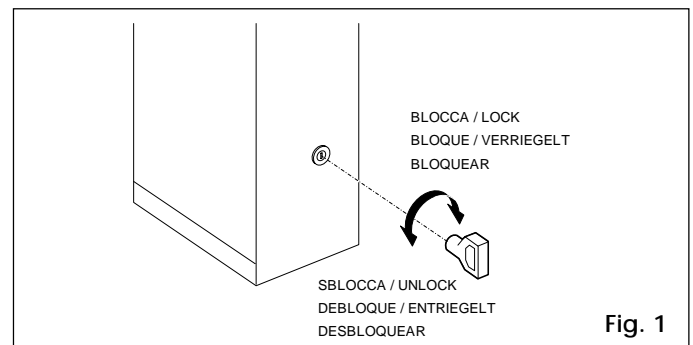
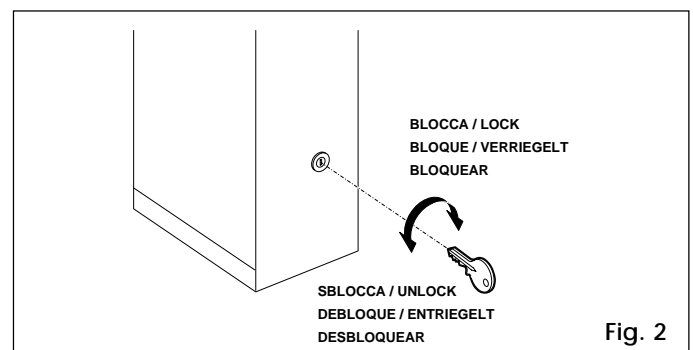

Fig. 1
Fig. 2
- Inserire la chiave triangolare (Fig.1) o personalizzata (Fig.2) nella serratura e ruotarla in senso antiorario di 1 giro.